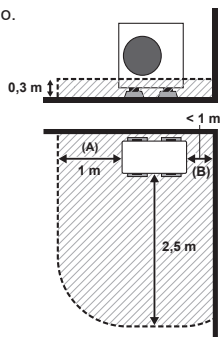

Fig. 3-4
(3) In caso di installazione in un punto con 2 superfici aperte (in cui la distanza tra un lato dell'unità e la parete è inferiore a 1 m, ad esempio all'angolo della parete di un edificio) (Fig. 3-4)
Se la distanza tra un lato dell'unità e la parete è inferiore a 1 m, si applicano le stesse condizioni illustrate nella Fig. 3-4.